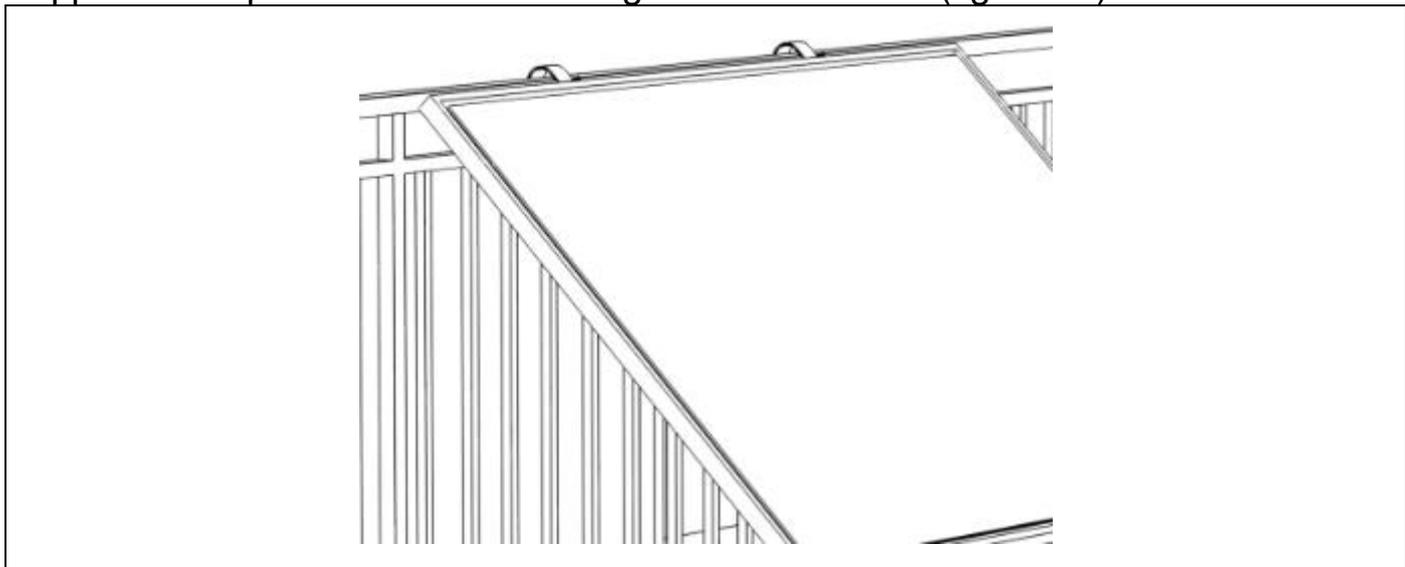

Figura 11
- La rondella in gomma all'interno del gancio (D) protegge la ringhiera dai graffi.
- Appendere il pannello solare alla ringhiera del balcone (figura 11).
**Fase 4:** collegare la staffa posteriore (B) con il supporto (C1)
- Sollevare il pannello per collegare più facilmente la staffa posteriore (B) (figura 11).